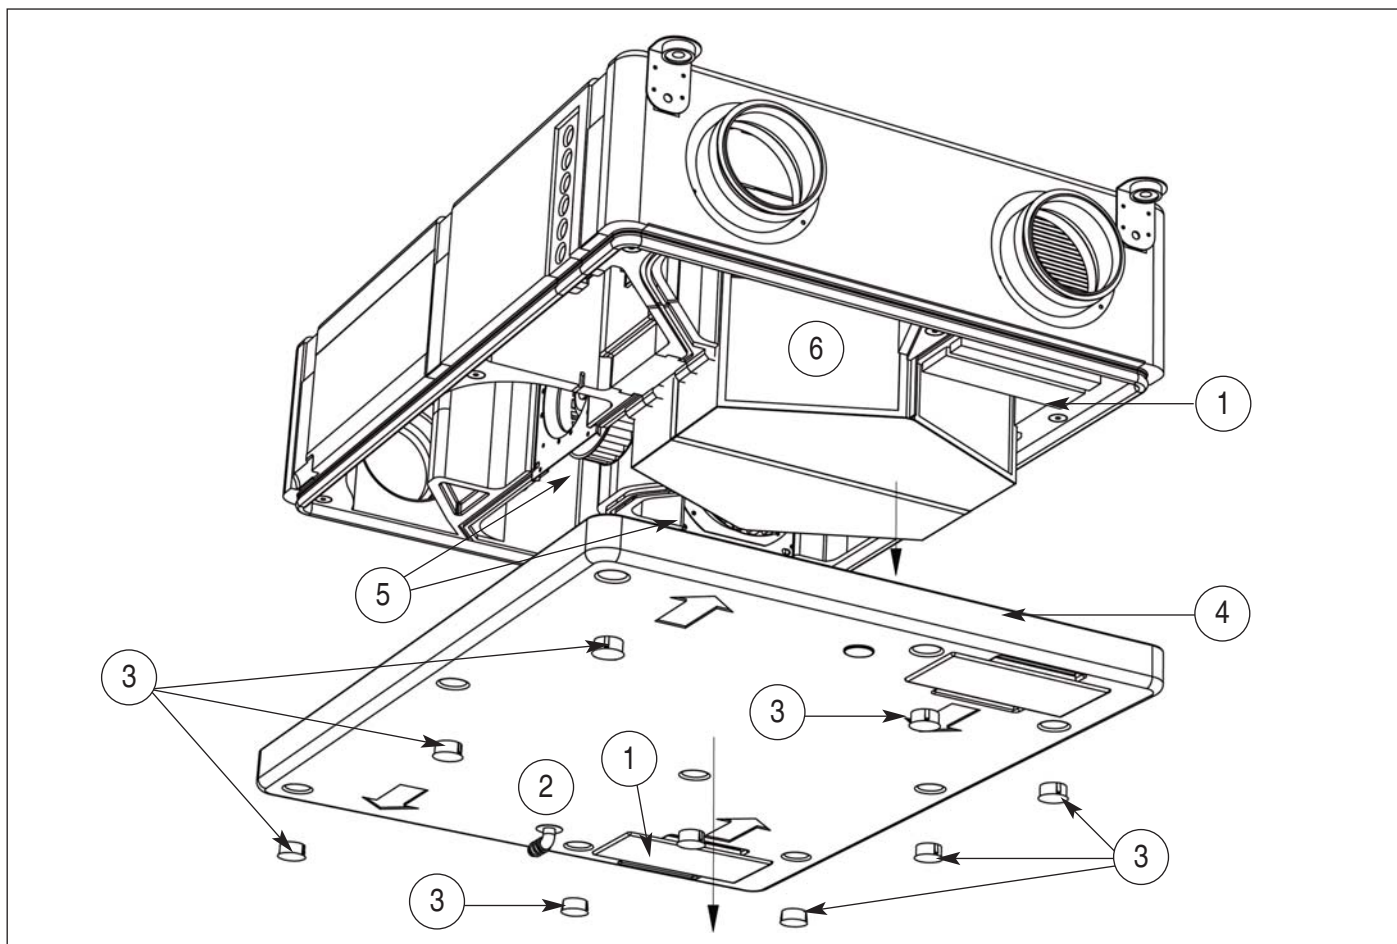

fig. 25
- 2) Rimuovere entrambi i filtri (1 fig. 25).
- 3) Disconnettere il sifone di scarico condensa (2 fig. 25).
- 4) Togliere prima i tappi di copertura (3 fig. 25), svitare le viti del pannello frontale (4 fig. 25) con l'apposita chiave TORx, quindi rimuovere il pannello tramite la presa ergonomica ad incasso.
In caso di pulizia, i ventilatori (5 fig. 25) possono essere sfilati dopo averli sganciati dalla scanalatura di trattenimento e dopo aver disconnesso i connettori elettrici; aver cura di accompagnare la discesa di ciascun ventilatore, dopo lo sblocco.
In occasione dell'apertura dello pannello, verificare lo stato di pulizia del recuperatore (6 fig. 25) e, se necessario, procedere allo smontaggio sfilandolo dalla sua sede usando l'impugnatura presente su esso; se unità orizzontale, avere cura di accompagnarne la discesa. Per la pulizia, non usare detergenti aggressivi o solventi.
Disconnettere il sifone di scarico condensa (2 fig. 25).
- 2) Remove both filters (1 fig. 25).
- 3) Disconnect drain trap connection (2 fig. 25).
- 4) First remove cover plugs (3 fig. 25), unscrew frontal panel screws (4 fig. 25) with TORx key and remove front cover panel using ergonomic handle.
When cleaning is needed, each fan (5 fig. 25) can be removed after unlocking by a retention groove and after disconnecting electrical wirings; take care to drive the descent of the fan after unlocking.
On the occasion of the opening of the main panel, check the cleaning of the plastic heat recovery (6 fig. 25) and, if needed, remove it from its place by its handle; in case of horizontal unit take care to drive the descent of the heat recovery. For cleaning, don't use aggressive detergents or solvents.
Disconnect siphon drain condensate (2 fig. 25).